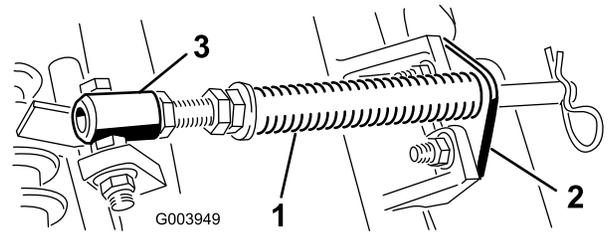

図 4
- カッティングユニットのタブにロッドブラケットを固定しているキャリッジボルト2本を外す **図 4**。
- スプリングチューブのボルトをキャリアフレームのタブに固定しているフランジナット **図 4** を外す。アセンブリを取り外す。